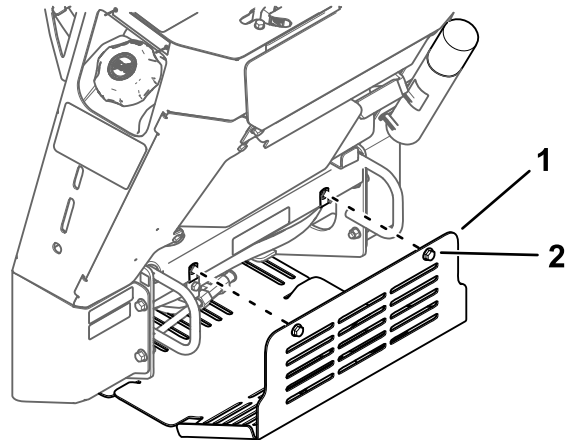

Figura 20
3. Afloje secuencialmente los 2 pernos que sujetan el protector inferior hasta que el deflector quede libre (Figura 20).